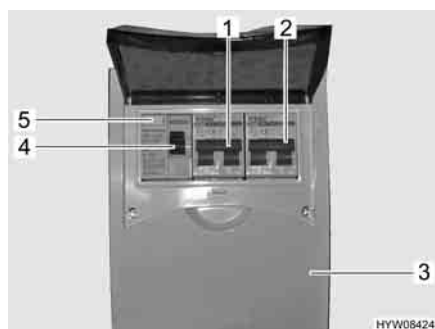

Fig. 73 Scatola dei fusibili a 230 V con interruttore di sicurezza e interruttore automatico FI
Un interruttore di sicurezza per correnti di guasto (interruttore automatico FI) (Fig. 73,4) nella scatola dei fusibili (Fig. 73,3) protegge l'intero veicolo da correnti di guasto (0,03 A).
L'interruttore di sicurezza collegato in serie (10 A) (Fig. 73,1) protegge le prese da 230 V, la centralina elettrica, il caricabatteria supplementare e il frigorifero.
Per veicoli con accessori opzionali, p. es. l'impianto di climatizzazione a tetto, un ulteriore interruttore di sicurezza (16 A) (Fig. 73,2) protegge l'apparecchio.
- Se il veicolo è collegato all'alimentazione a 230 V, premere il tasto di controllo (Fig. 73,5). L'interruttore di sicurezza per correnti di guasto (FI) deve scattare.